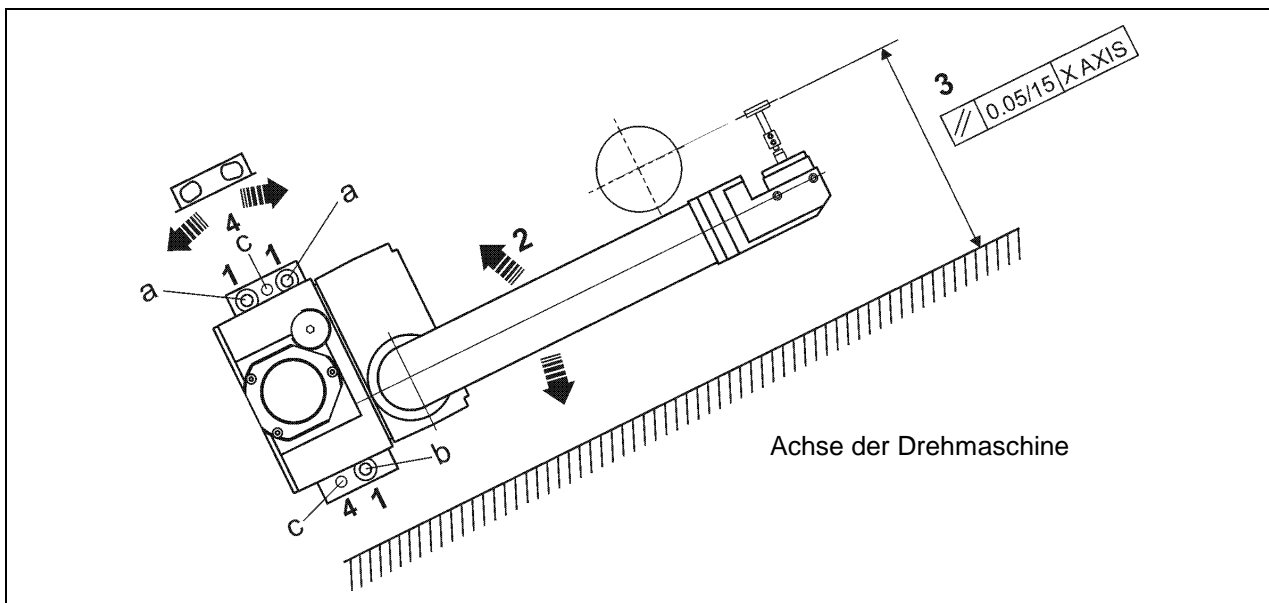

Abbildung 5-4. Ausrichtung des Arms
2. Den Arm gegenüber der Schraube (b) drehen und den Messtaster parallel zur X-Achse der Maschine ausrichten. Die Parallelität des Messtasters gegenüber der X-Achse muss 0,05 mm betragen (siehe Abbildung 5-4).